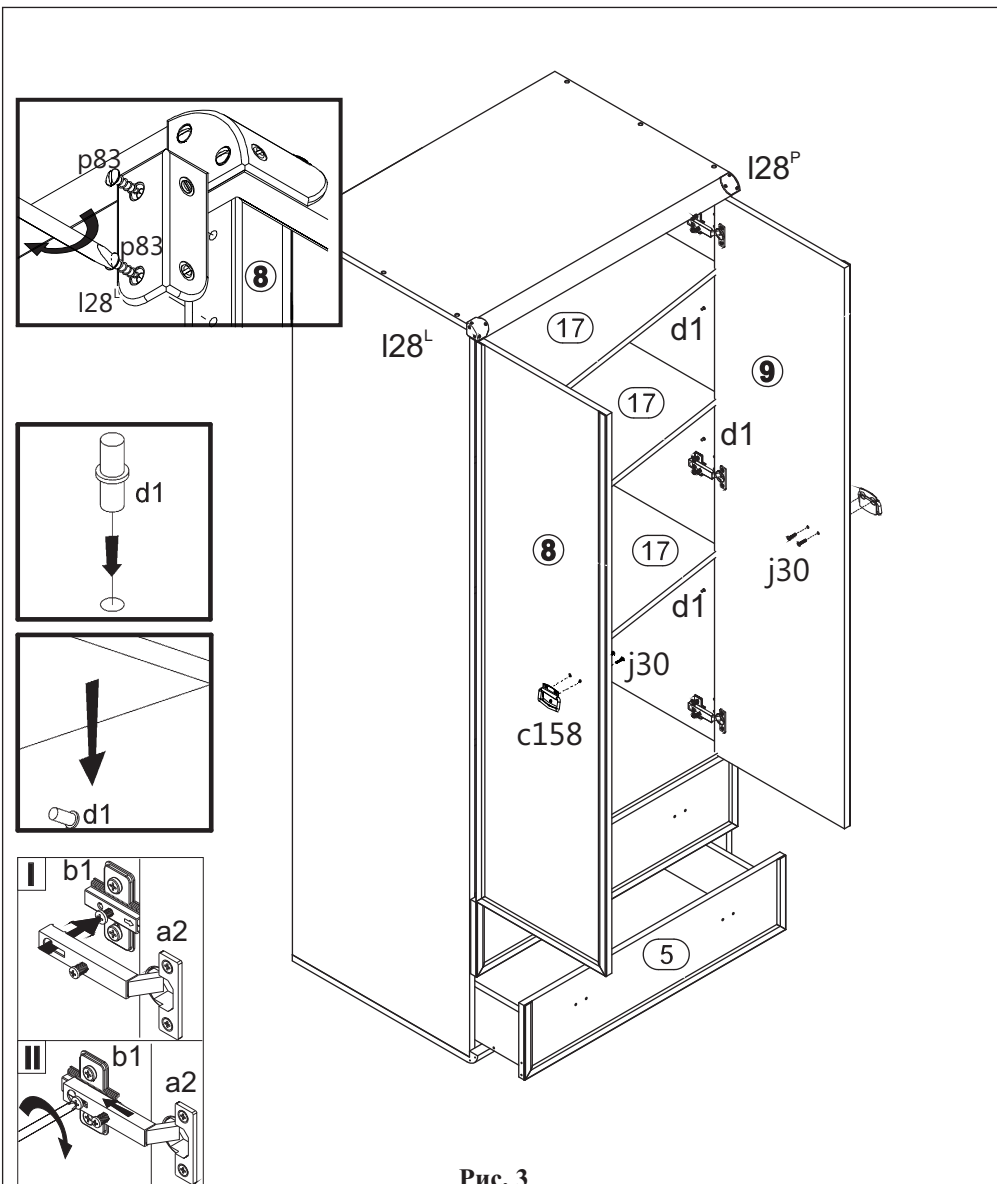
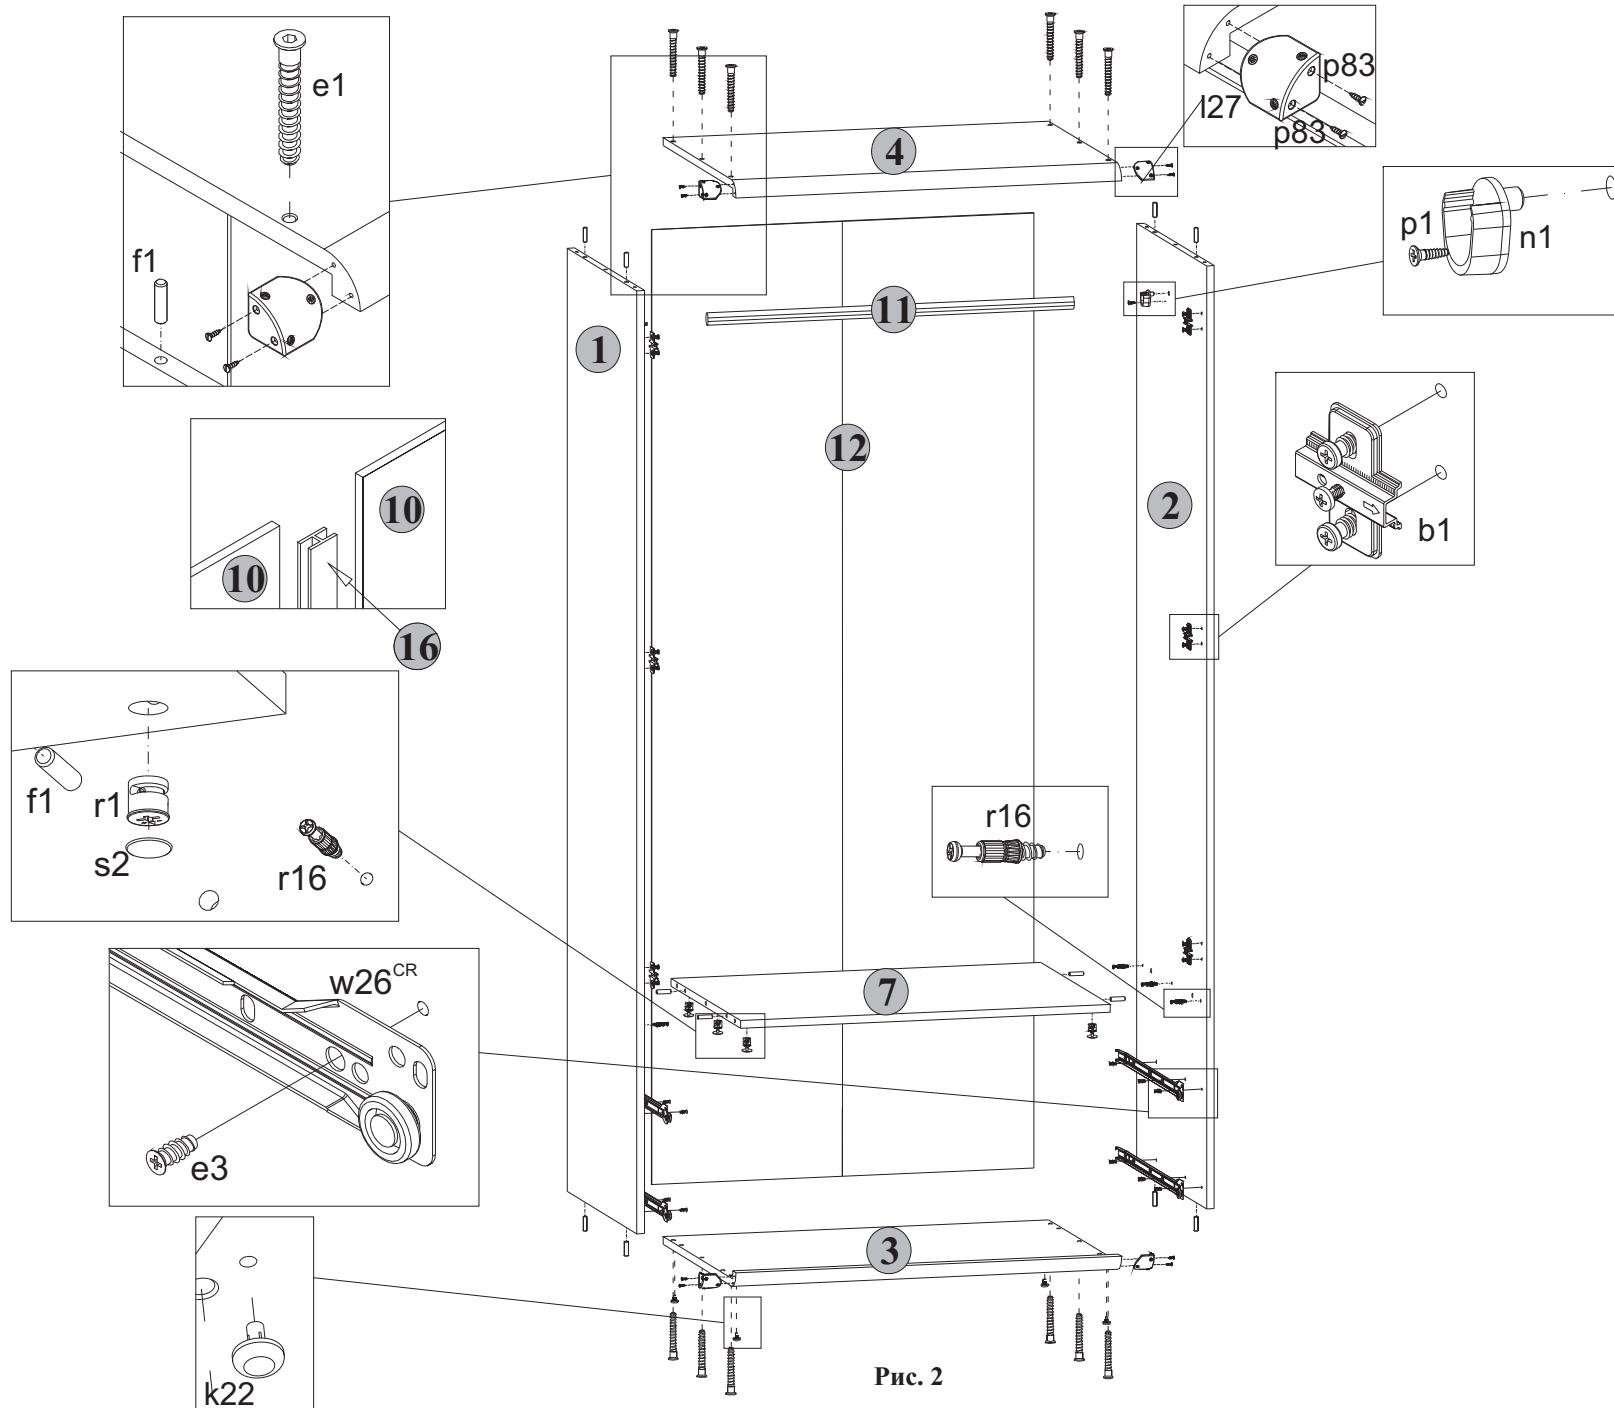

Рис. 3
Рис. 2
5.26 Положить двери 8 и 9 фасадной поверхностью вниз на ровную поверхность. Закрепить на дверях петли шарнирные a2, пользуясь крестообразной отверткой (см.рис.3).
5.27 Навесить двери на корпус шкафа, совместив петли шарнирные a2 с направляющими петель b1 (см.рис.3). При необходимости отрегулировать положение дверей вращая регулировочные винты (см.рис. 2).
5.28 К боковой левой кромке на двери 8 у верхнего угла шурупами p83 закрепить накладку декоративную I28L, пользуясь плоской отверткой (см.рис. 3).
5.29 К боковой правой кромке на двери 9 у верхнего угла шурупами p83 закрепить накладку декоративную I28R, пользуясь плоской отверткой (см.рис. 3).
5.30 В отверстия диаметром 5 мм на внутренних поверхностях дверей 8 и 9 вставить шурупы j30, снаружи совместить отверстия ручек c158 с резьбой шурупов и завернуть шурупы j30 пользуясь крестообразной отверткой удерживая ручки (см.рис. 3).
5.31 Для изделия Шкаф JSZF 2d2s установить штангу 11 на штангодержатели n1 (см.рис. 2).
5.32 Для изделия Шкаф JSZF 2d2s с полками установить полки 17 на полкодержатели d1 (см.рис. 3).
5.2 В отверстия диаметром 8 мм на верхних и нижних кромках стенок боковых 1 и 2, а также на боковых кромках полки соединительной 7 вбить деревянные шканты f1 (см.рис. 2).
5.5 В отверстия диаметром 5 мм над направляющими роликовыми w26CL и w26CR на внутренних поверхностях стенок боковых 1 и 2 вкрутить винты стяжки r16, пользуясь крестообразной отверткой (см.рис. 2).
5.6 Для изделия Шкаф JSZF 2d2s в отверстия диаметром 8 мм на внутренних поверхностях стенок боковых 1 и 2 вставить штангодержатели n1 и закрепить шурупами p1, пользуясь крестообразной отверткой (см.рис. 2).
Для изделия Шкаф JSZF 2d2s с полками в отверстия диаметром 5 мм на внутренних поверхностях стенок боковых 1 и 2 вставить полкодержатели d1 (см.рис. 2).
5.7 На нижней поверхности полки соединительной 5 в отверстия диаметром 15 мм вставить стяжки эксцентриковые r1 (см.рис. 2).
5.8 В отверстия диаметром 4,5 мм на нижней поверхности щита нижнего 3 вставить опоры полимерные k22 (подпятники) (см.рис. 2).
5.10 К стенкам боковым 1 и 2 присоединить щиты нижний 3 и верхний 4 и стянуть еврошурупами e1, пользуясь специальным ключом z1 из комплекта фурнитуры (см.рис. 2).